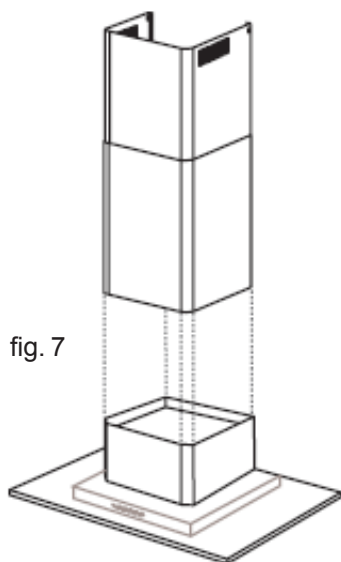

fig. 7
13. Faites glisser la partie supérieure de la cheminée à l'intérieur de la partie inférieure puis assemblez le tout sur le dessus de la hotte en vous assurant que les deux brides en haut de la partie inférieure de la cheminée s'assemblent dans les embrasures du support de fixation de la partie basse de cheminée (fig. 7&8).